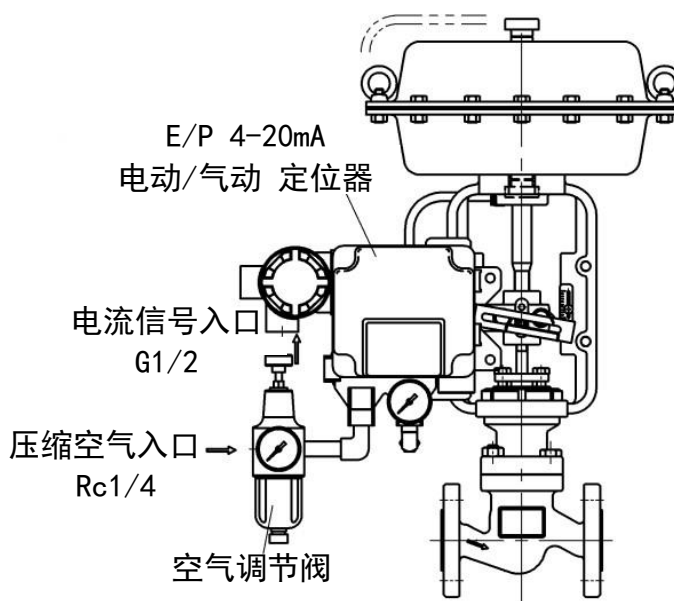
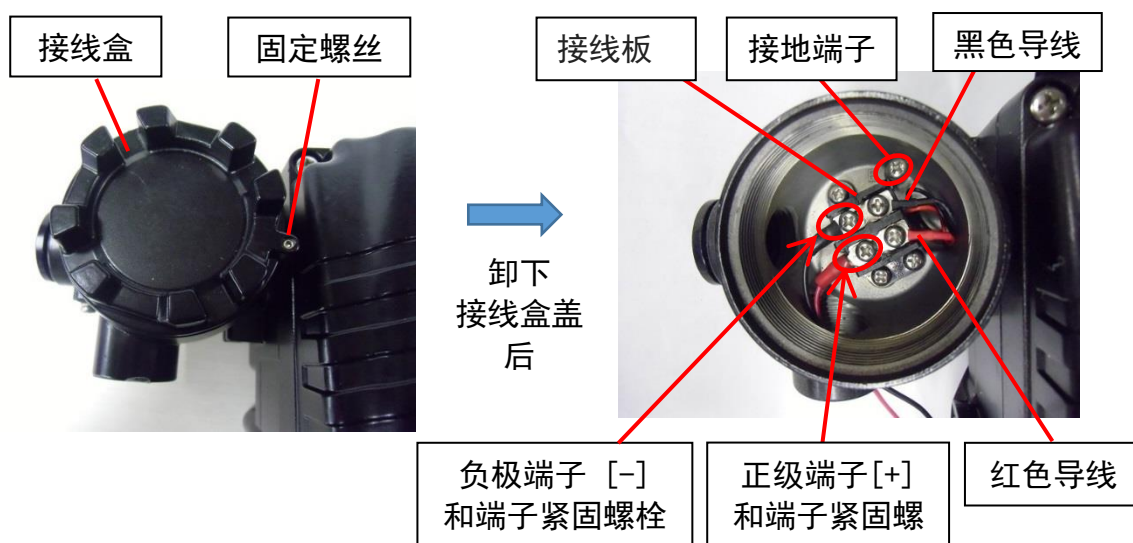

图 12
图 14
- 购买带有 E/P 定位器的产品时，出货状态请参照图 12 所示。请从图 12 所示的电流信号入口引入信号电缆。电路连接方式为两线制。请确认并将 DC 4-20mA 与外部信号线连接。*端子接线方式（见图 14）
- ① 拆下接线盒的固定螺钉（使用六角扳手），然后拆下接线盒盖。
- ② 请将位于接线盒中的接线板的正极端子连接到外部输入线的正极线上。（如果是负极端子，请将负极端子连接到外部输入线的负极线上）。为保护定位器，请连接地端子。连接时，请将端子紧固螺栓拧紧，以免出现连接故障。
- ③ 连接外部线路后，请盖上接线盒盖并拧紧固定螺钉。（推荐拧紧力矩：0.25N·m）